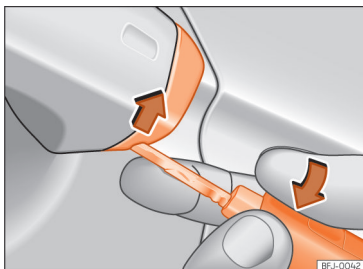

Abb. 72 Fahrtürgriff: Abdeckkappe abhebeln.
- Den Schlüsselbart am Fahrtürgriff in die untere Öffnung der Abdeckkappe stecken und die Abdeckkappe von unten nach oben anheben >>> (Abb. 72).